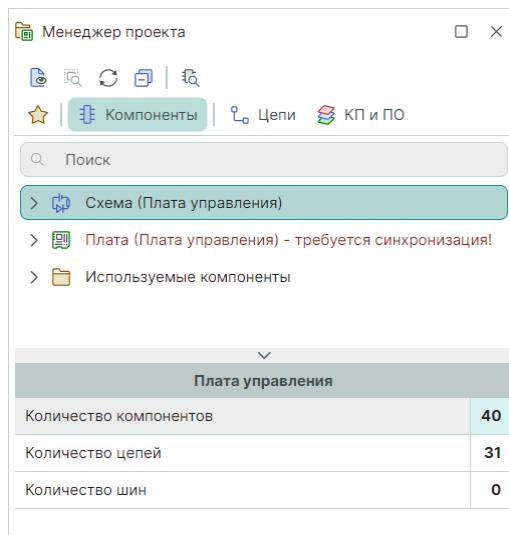

Рис. 289 Синхронизация через
1. Откройте плату проекта, см. Рис. 289.